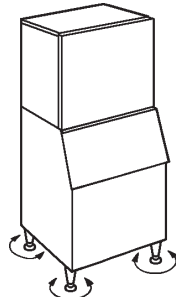

Abb. 6 Füße einstellen
- 8) Stellen Sie die vier Füße am Boden so ein (Einstellbereich 0 bis 25,4 mm), dass der Eisbereiter vollkommen waagrecht steht. Verwenden Sie eine Wasserwaage. Siehe Abb. 6.